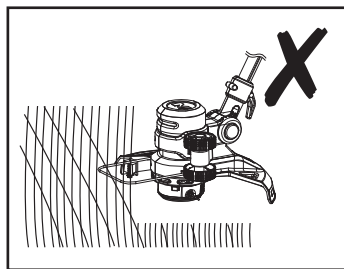
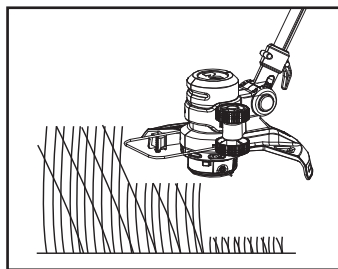

Fig. 18
Fig. 19
7. Asegúrese de que el dispositivo de corte no presenta partículas externas que puedan provocar un atasco. Compruebe esto cada cierto tiempo. Suelte el interruptor de encendido / apagado (2) y desconecte el producto de la fuente de alimentación antes de realizar cualquier comprobación.
8. Recorte la hierba más larga por fases; no la corte de una sola pasada (Fig. 18). Para obtener los mejores resultados, corte la hierba más larga por pasos (Fig. 19).